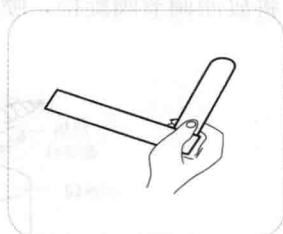

图 1-14 塞尺的使用
2) 手捏塞尺片的后端，取塞尺片平面与间隙面平行，轻缓地插入间隙中，如图 1-14 所示。